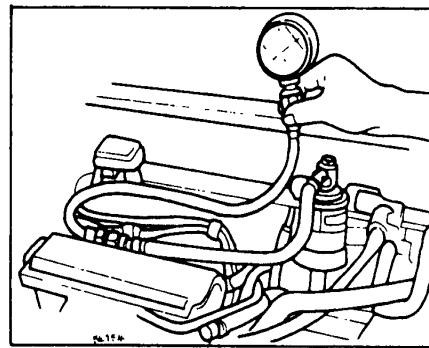

Рис. 7 Проверка давления топлива
- Подсоедините манометр к выходному топливопроводу (рис. 7).